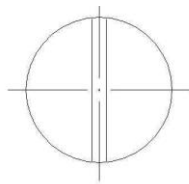

Рис. 6.23. Ескіз прикладу 6.1.1
1. Накреслити умовне зображення елемента кріплення згідно рис. 6.23 та записати його блок на диск під ім'ям SCREW. Оригінал зображення залишити на екрані.